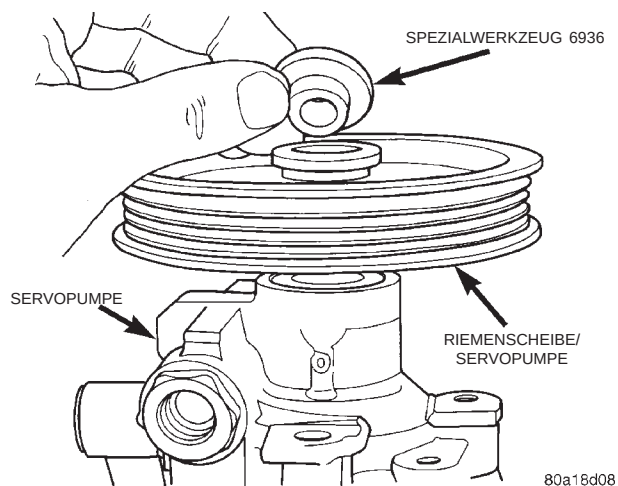

**Abb. 59 Spezialwerkzeug 6936 korrekt auf der Riemenscheibe montiert**
(3) Das Einbau-Distanzstück 6936 oben auf die Riemenscheibe legen (Abb. 59).